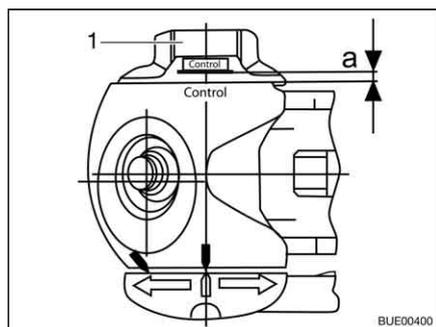

Fig. 188 Control de desgaste
- Girar la ruedecilla (Fig. 188,1) hasta comprobar que la limitación de par emita un sonido audible. Dirección de giro: En sentido de las agujas del reloj.
- Distancia  $a > 0$  (Fig. 188): Desgaste dentro del margen permitido.